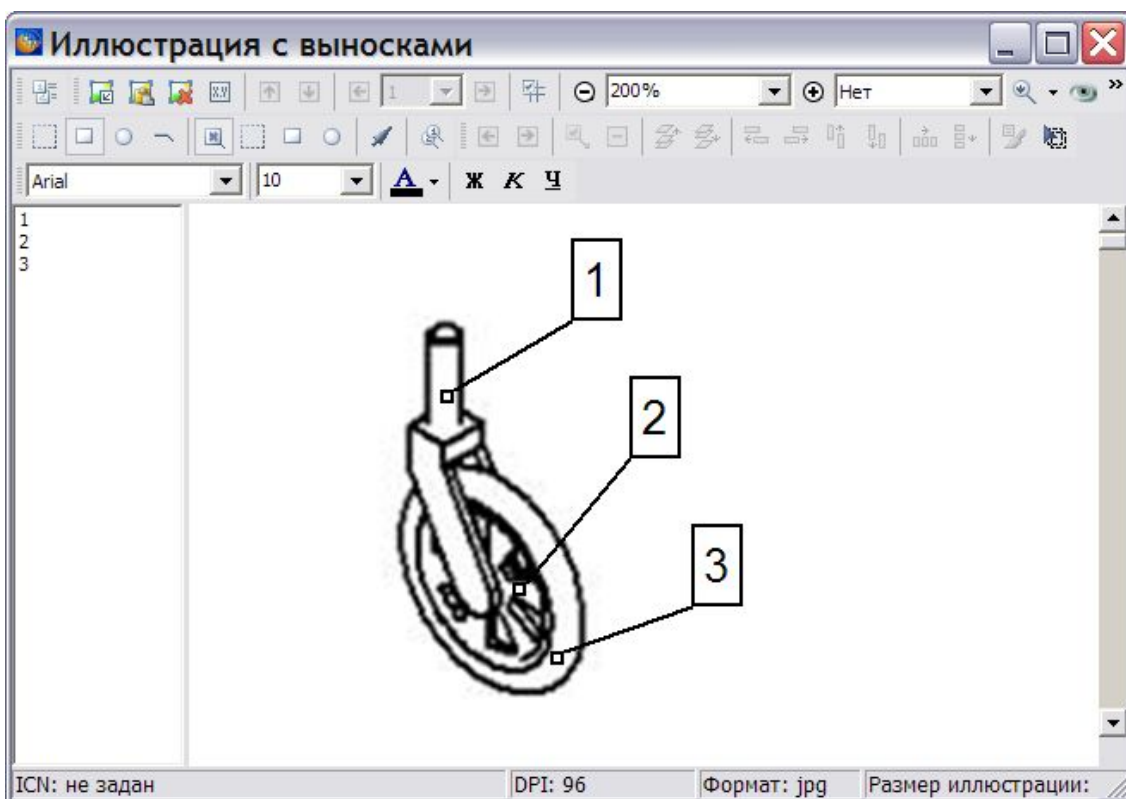

Рис. 3.120
5. Линия выноски станет выглядеть в 2 раза толще, чем при базовом масштабе 100 (Рис. 3.120). Её толщина вычисляется по формуле: